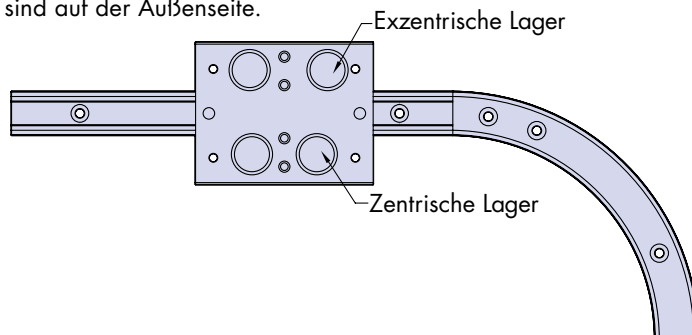

Abb. 5.1: Ausrichtung Trägerplatte/Laufwagen
5.1 Vor der Montage der Trägerplatten/Laufwagen bitte sicherstellen, dass diese korrekt ausgerichtet sind (siehe Abb. 5.1). Bei Standard-Laufwagen sollten sich die zentrischen Lager auf der Innenseite des Schienensystems befinden, die weiter voneinander entfernten exzentrischen Lager sind auf der Außenseite.